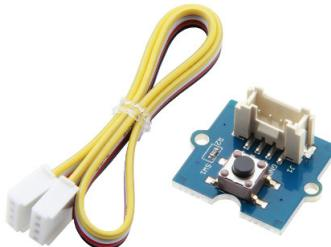

FIGURE 14 – Bouton poussoir Grove, avec son câble
►Q.46: Connecter un bouton poussoir sur l'entrée 34. Pour cela, on utilise un connecteur «GROVE», voir figure 14 page 29, dont les fils sont repérés comme ceci :